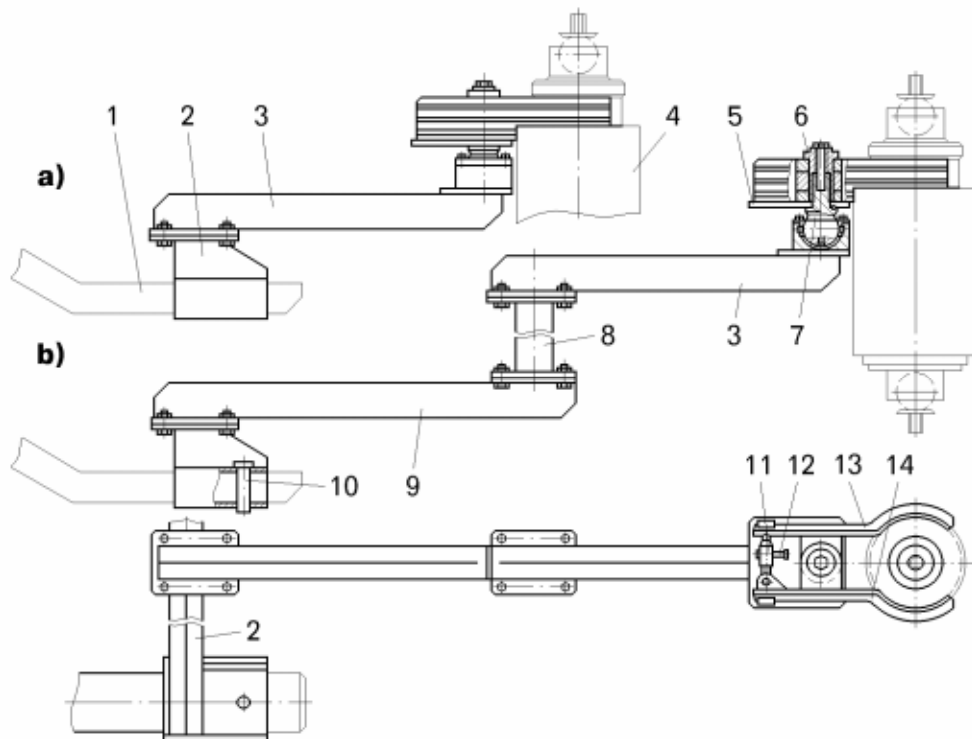

Рисунок 8.1.6 – Приспособление для снятия и установки цилиндра подвески (навесное оборудование к погрузчику):
– установить захватное устройство приспособления для снятия и установки цилиндров подвески (рисунок 8.1.6), установив губки 13 и 14 на трубу основного цилиндра под торцевую крышку цилиндра подвески 4 и надежно прижать губки при помощи гайки 11 с ручкой 12 к трубе цилиндра;
- установить захватное устройство приспособления для снятия и установки цилиндров подвески (смотри рисунок 8.1.6), установив губки 13 и 14 на трубу основного цилиндра под торец верхней крышки цилиндра подвески 4 и надежно прижать губки при помощи гайки 11 с ручкой 12 к трубе цилиндра;